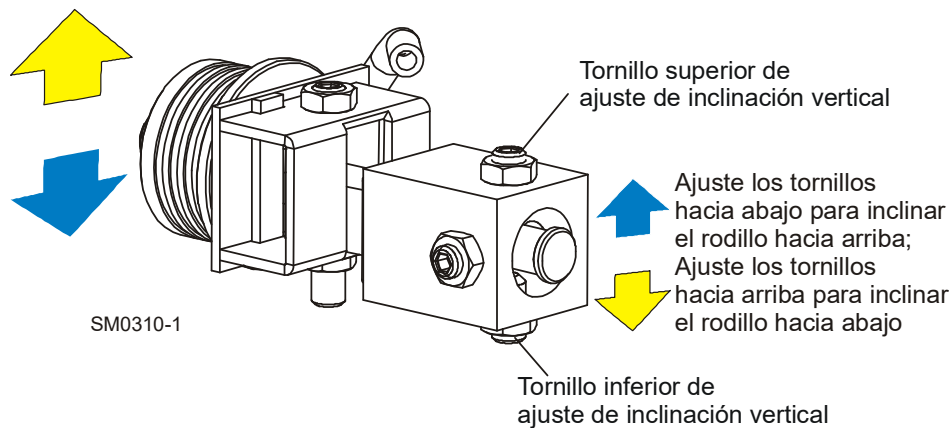

FIG. 8-5
7. Afloje un tornillo de fijación en el costado del conjunto de guiasierra. Vea FIG. 8-5.